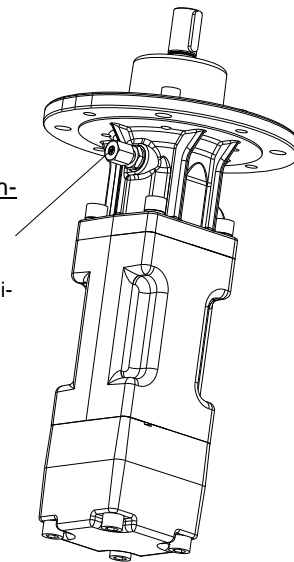

Bild 4
- Bei G4-Ausführung muss der Leckageanschluss, siehe Bild 4, ohne Gegendruck verrohrt und drucklos in den Tank zurückgeführt werden. Der Anschluss darf nicht verschlossen werden.